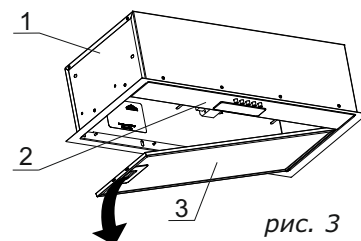

рис. 3
- Снимите алюминиевый фильтр КВ: нажмите на пружинный замок на алюминиевом фильтре и затем потяните его вниз (рис. 3).
- снимите алюминиевый фильтр (рис. 3);
8.3 Для очистки алюминиевого фильтра извлеките его из вытяжки (рис. 3) и произведите его очистку с помощью щетки горячим водным раствором моющего средства вручную или в посудомоечной машине при (60°C). Старайтесь не гнать фильтры при мойке. Возможное изменение цвета фильтра, с течением времени, не приводит к снижению эффективности его действия. Сильно загрязненный фильтр не следует мыть в посудомоечной машине.